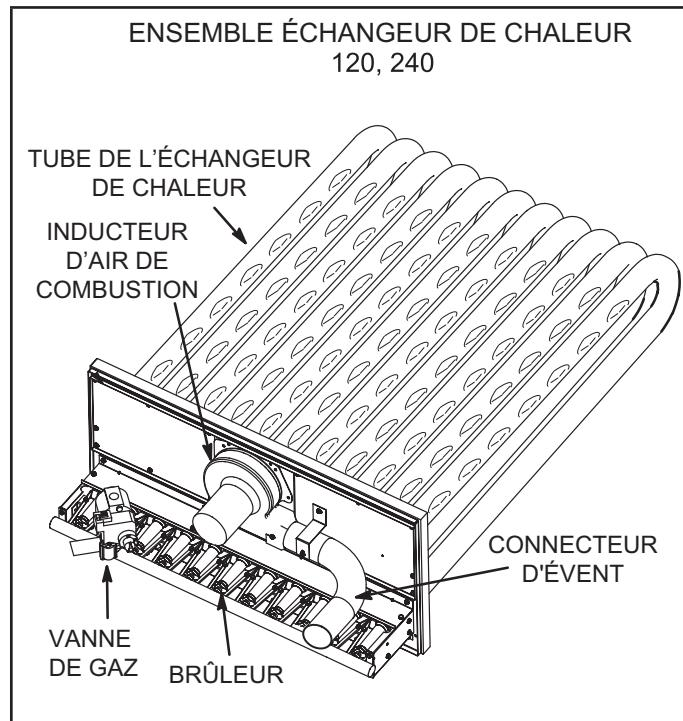

FIGURE 63
- 3 - Retirez et conservez les vis fixant l'inducteur d'air de combustion sur la boîte à feu. Retirez le connecteur d'évacuation. Voir FIGURE 50 pour les unités 036 et 060 et FIGURE 63 pour les unités 120 et 240.